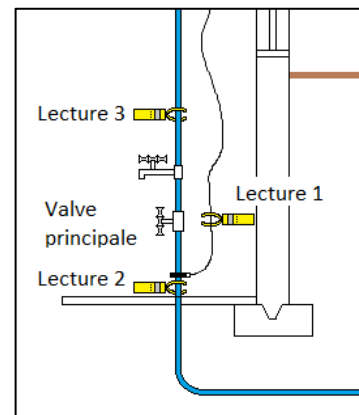

FIGURE 1
- 9.5 Un électricien effectue une lecture de courant aux trois (3) endroits suivants et inscrit les valeurs sur la Fiche d'observation Méthode 1 (FIG. 1) :